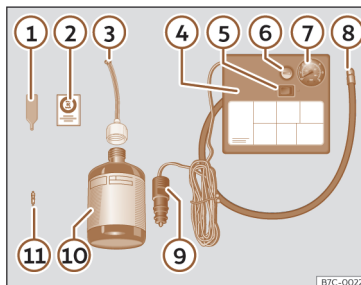

Fig. 170 Representación estándar: contenido del kit antipinchazos.
El kit antipinchazos se encuentra en el compartimento del maletero bajo el revestimiento del suelo. Incluye los siguientes componentes»» **fig. 170** :
- Desenrosque la caperuza y el obús de la válvula del neumático. Utilice el aparato »» **fig. 170** 1 para extraer el obús. Colóquelo en una superficie limpia.
- Agite con fuerza la botella de sellante de neumáticos»» **fig. 170** 10.
- Enrosque el tubo de inflado»» **fig. 170** 3 en la botella de sellante. El precinto de la botella se romperá automáticamente.
- Retire el tapón del tubo de llenado >>> **fig. 170 ③** y enrosque el extremo abierto del tubo en la válvula del neumático.
- Vuelva a colocar el obús con el aparato >>> **fig. 170 ①** en la válvula del neumático.
- Enrosque el tubo de inflado del neumático del compresor >>> **fig. 170 ⑧** en la válvula del neumático.
- Compruebe que el tornillo de evacuación de aire está cerrado >>> **fig. 170 ⑥**.
- Acople el conector >>> **fig. 170 ⑨** a toma de corriente de 12 voltios del vehículo >>> **pág. 202**.
- Conecte el compresor de aire con conmutador ON/OFF >>> **fig. 170 ⑤**.
- Pegue el adhesivo >>> **fig. 170 ②** en el cuadro de instrumentos, dentro del campo visual del conductor.
Vuelva a enroskar el tubo de inflado >>> **fig. 170 ⑤** y compruebe la presión en el manómetro **⑥**.